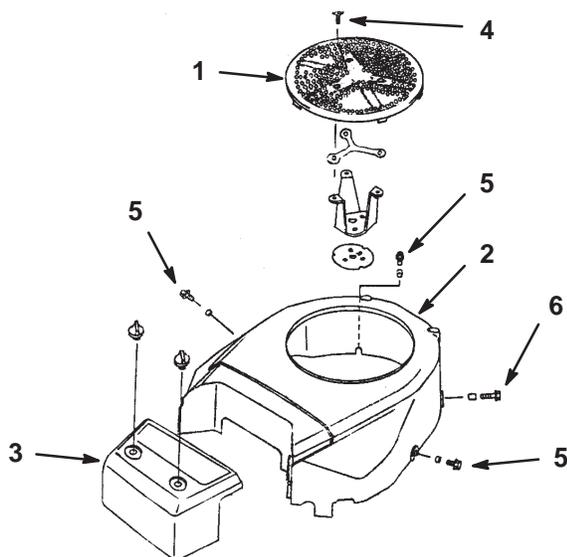

Figure 30
2. Déposez la grille d'entrée d'air, le couvercle du filtre à air, le boîtier du ventilateur et les boulons (Fig. 30).
4. Reposez la grille d'entrée d'air, le couvercle du filtre à air, le boîtier du ventilateur et les boulons (Fig. 30). Serrez les boulons à 5,8 Nm (4,3 pieds/livres).